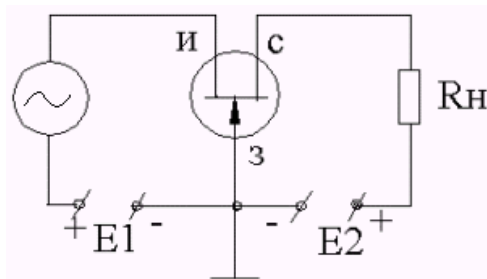

Рисунок 1.34 - Схема с ОЗ
**Схема с ОЗ** (рисунок 1.34).